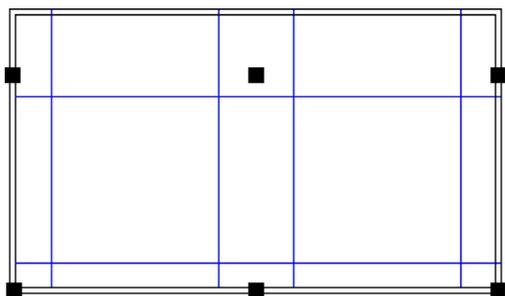

图 17.12.19 调整长度
(4) 将偏移出的直线图层切换到“门窗”图层。首先将创建出来的偏移直线全部选中，然后在“图层”面板中选择“门窗”图层。
(5) 选中偏移的直线，将直线的长度大致调整至图 17.12.19 所示的长短。